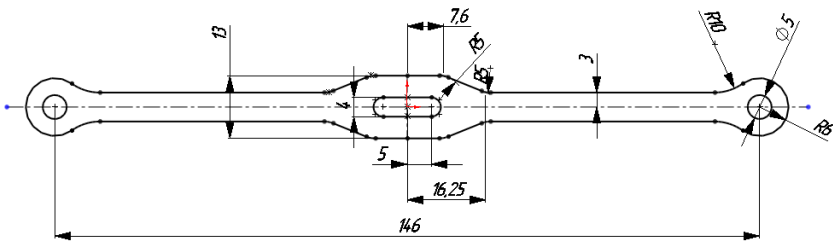

Рисунок 9.21 - Ескіз розгорнення деталі Скоба
2. Тепер, використовуючи команду - «**Зеркально отразить объекты**» й намалювавши осьові лінії, побудуємо ескіз розгорнення (рис. 9.21).